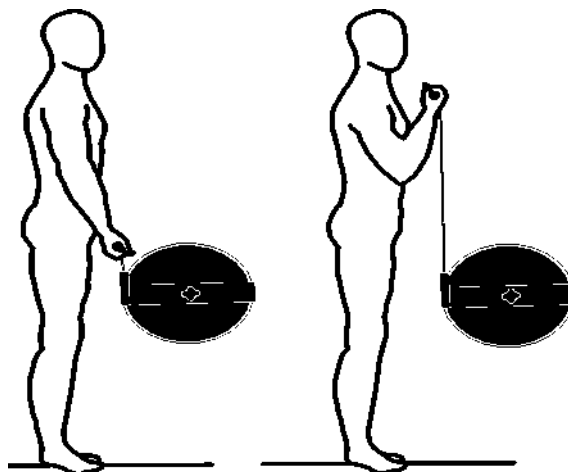

Figure 2
3. Ajustez la hauteur de la tête d'exercice de sorte que le sujet puisse tenir confortablement la poignée dans la position de la jointure. Entrez la hauteur dans le champ NOTES, s'il y a lieu. Montrez au sujet le mouvement qui est testé (levage des articulations des doigts jusqu'au niveau des épaules) et le bon positionnement comme décrit ci-dessous (figure 2).